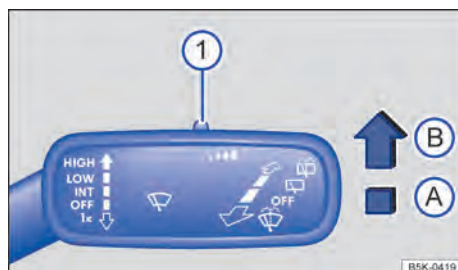

Fig. 76 A la derecha de la columna de dirección: palanca de los limpiacristales.
Presionar la palanca a la ubicación deseada → **fig. 76:**
La sensibilidad del sensor de lluvia se puede ajustar manualmente con el interruptor en la palanca de los limpiacristales → fig. 76 ① 1 → pág. 91.